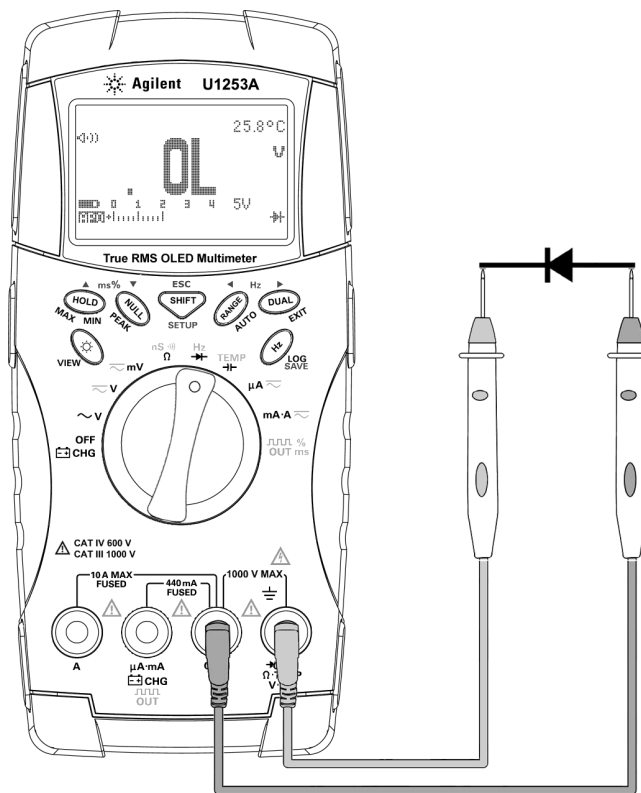

图 2-11 测量二极管的反向偏压
- 5 反转探头并再次测量二极管中的电压 (请参阅第 45 页上的图 2-11)。按照下面的准则评估二极管：